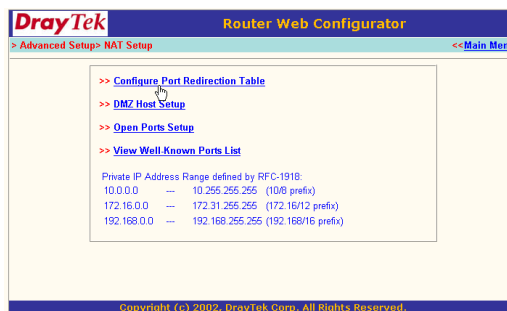

Figure 6: Redirection du Port
- Sélectionner 'redirection du Port' (figure 6)